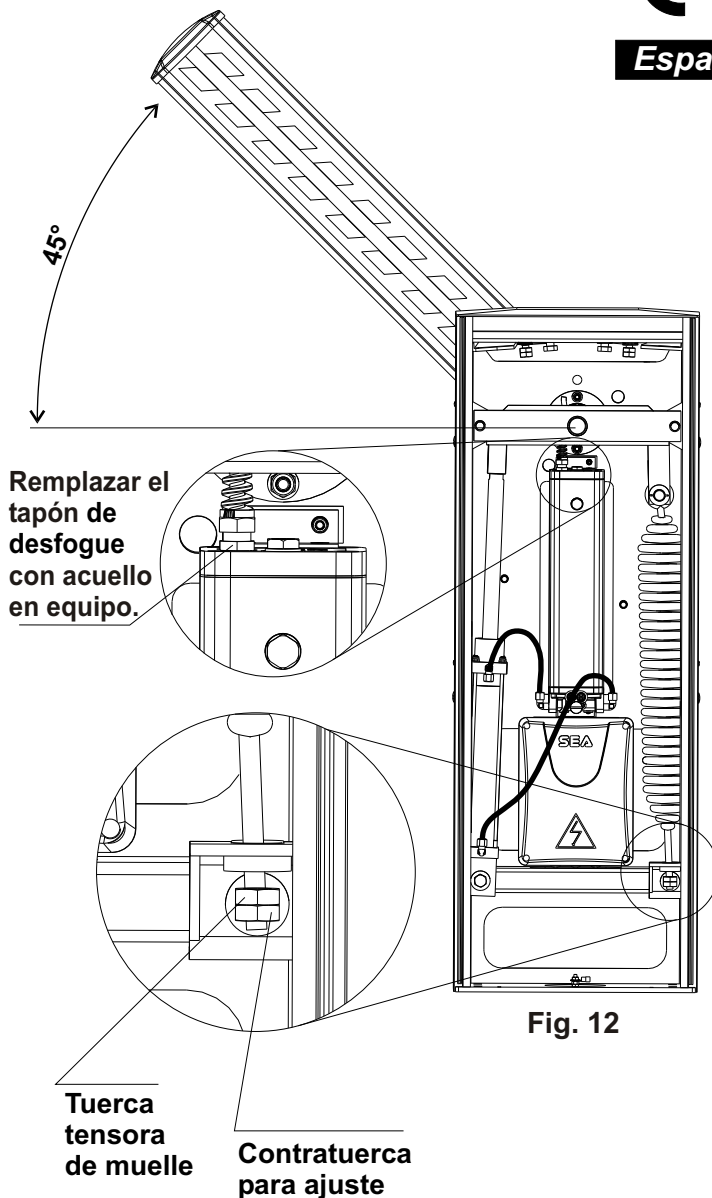

Fig. 12
-Posicionar el mástil a 45° y efectuar el equilibrio con los dados de Fig. 12.
- Destornillar o atornillar la tuerca tensora de muelle hasta que el muelle alcanza el punto de equilibrio con el mástil inclinado a 45° (Fig. 12).